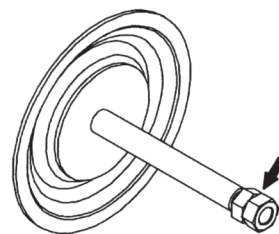

Fig 5.3
- Añada una tuerca al lado del diafragma retirado para poder ejercer fuerza en el lado del diafragma que falta por retirar (fig. 5.3).